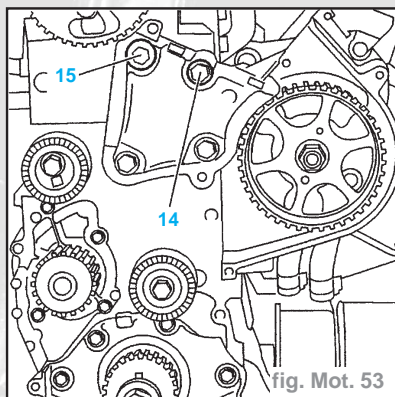

fig. Mot. 53
- le support (11)
- les fixations (10) du boîtier de sortie d'eau
- les goujons (12)
- Écarter le boîtier de sortie d'eau (9) du carter-cylindres.
- Élinguer le moteur, à l'aide de l'outil (1) **2517-TB**.
- Mettre en tension l'outil (1).
- Reposer les vis (14) et (15) (fig. Mot. 53).